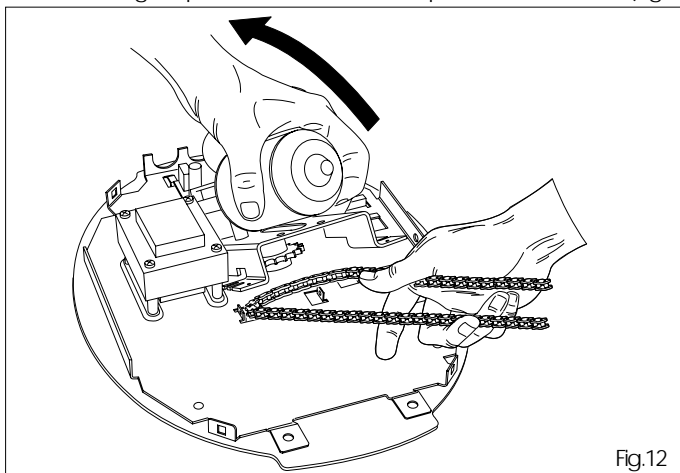

Fig.12
5.7 Soulever l'unité moteur en veillant à ne pas endommager l'appareillage électronique, et assembler la chaîne au pignon (fig.12).